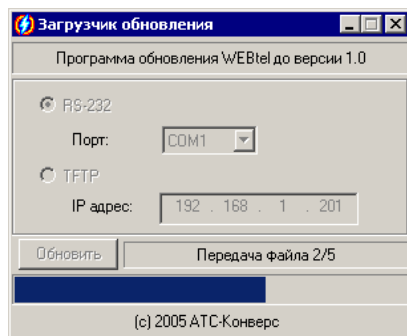

Рисунок 29 – Отображение процесса обновления ПО адаптера
10.5.5 Кратковременно нажмите кнопку «СБРОС» на передней панели адаптера, при этом должен начаться процесс передачи данных в адаптер, в статусной строке отображается количество переданных файлов (рисунок 29).